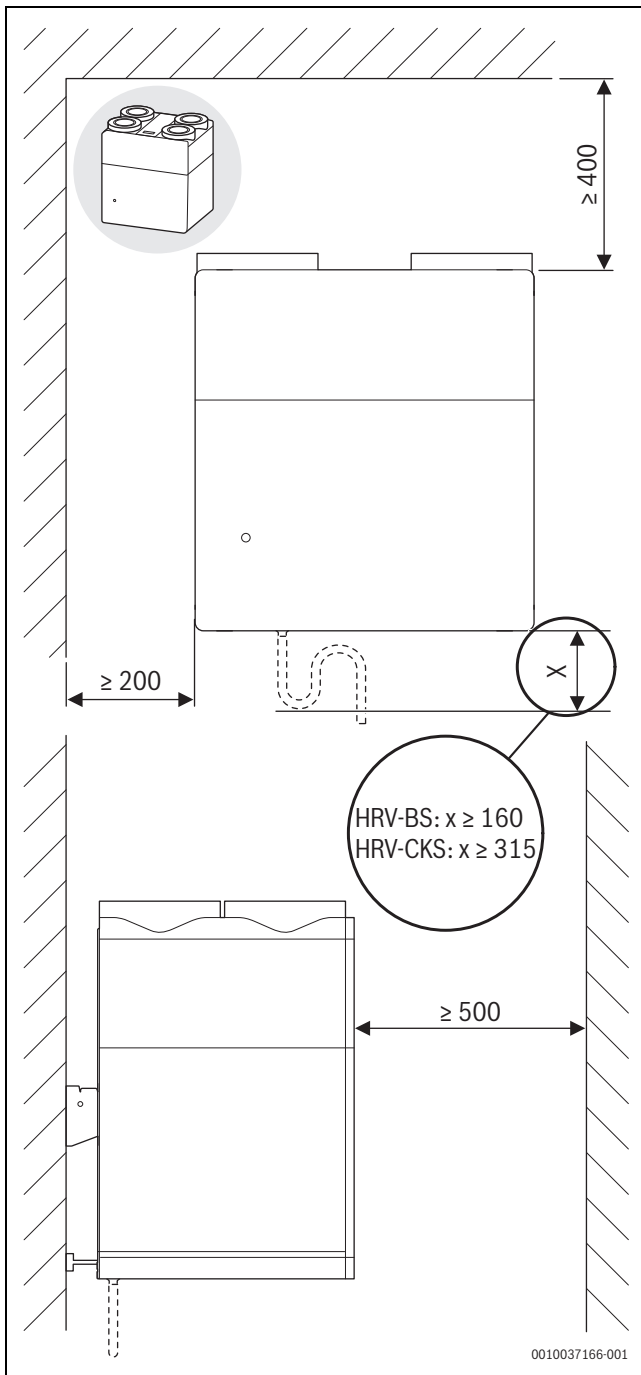
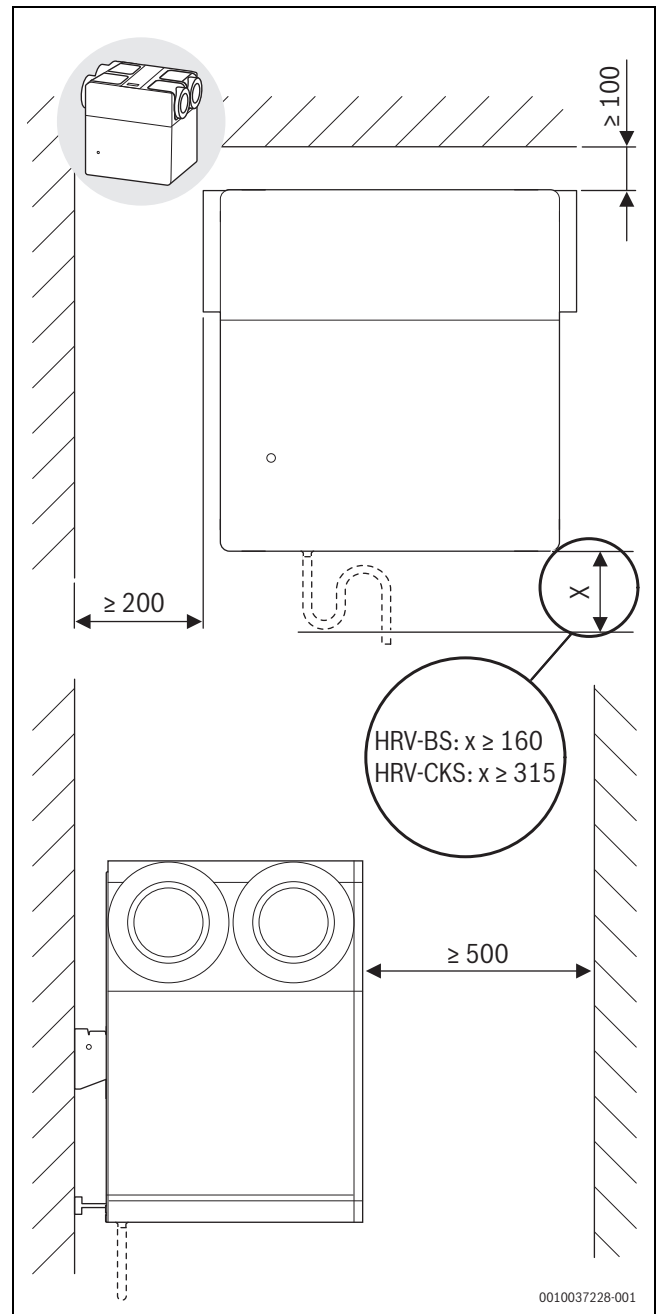

Bild 17 Mindestabstände wenn Anschlussstutzen senkrecht
Bild 18 Mindestabstände wenn Anschlussstutzen waagrecht
- ▶ Mindestabstände beachten (→ Bild 17 und Bild 18).